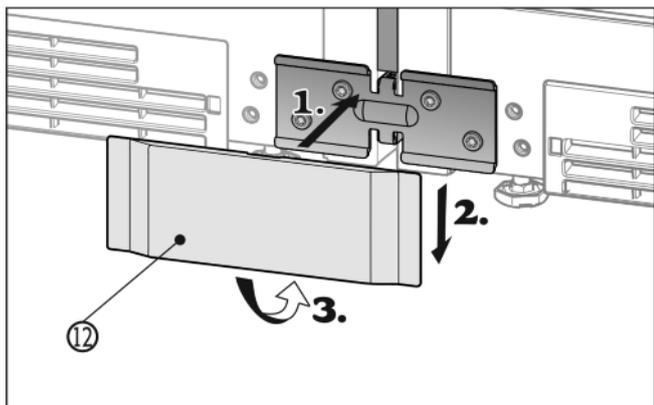

Fig. 16
- Applicare la copertura Fig. 16 (12) inferiore, dal davanti sulla squadra (1), spingere indietro (2) e inserire a scatto in basso (3).